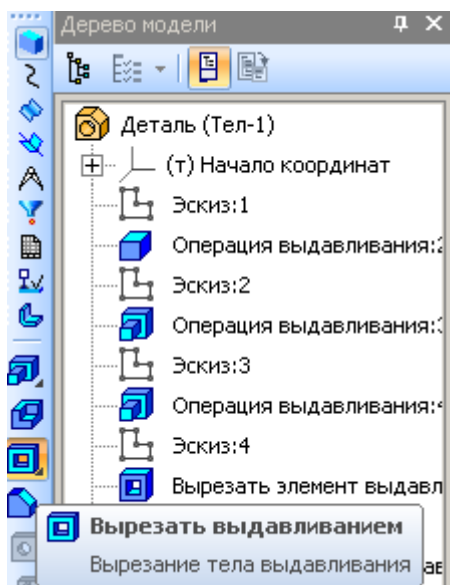
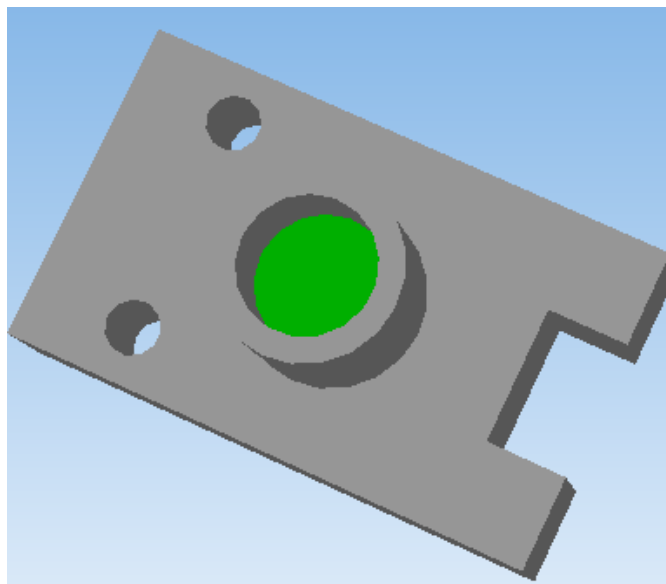
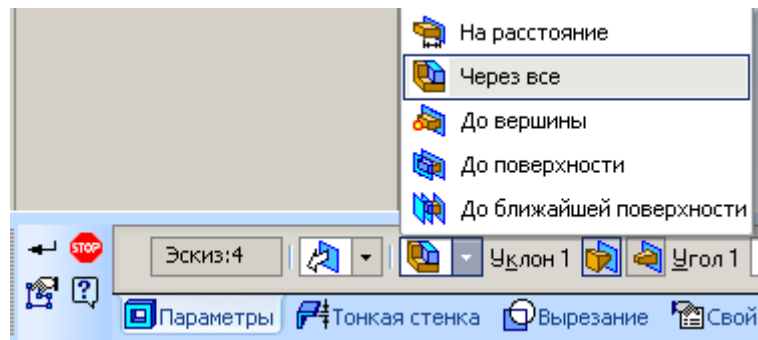

Рисунок 39
Рисунок 40
Рисунок 41
6) Выделить верхнюю грань цилиндра, созданного в пункте 4, и создать на его поверхности эскиз окружности Ø 28. После этого из панели «Редактирование детали» выбрать операцию Вырезать выдавливанием (Рисунок 39). Установить расстояние 15 мм и создать объект.
7) Выделить дно созданного глухого отверстия (Рисунок 40) и создать на его грани эскиз окружности Ø16. После этого из панели «Редактирование детали» выбрать операцию Вырезать выдавливанием (см. Рисунок 39). В панели свойств на вкладке «Параметры» в окне «На расстояние» установить значение Через всё (Рисунок 41) и создать объект.